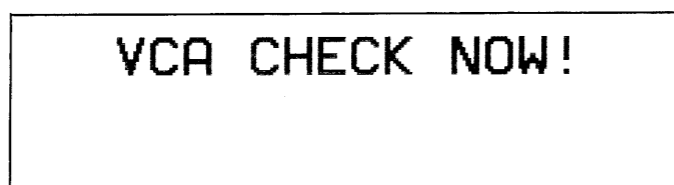

Fig. 12/図12
1. Press the **[NUMBER/8]** button. The LCD displays as shown in fig. 12.
- LCD ディスプレイに、図12のように表示されます。